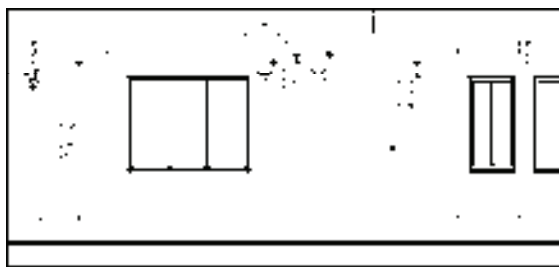

图 13-169 绘制结果
3) 绘制玻璃雨棚。调用“直线”命令、“偏移”命令,绘制并偏移直线;调用“修剪”命令,修剪直线,结果如图13-169所示。